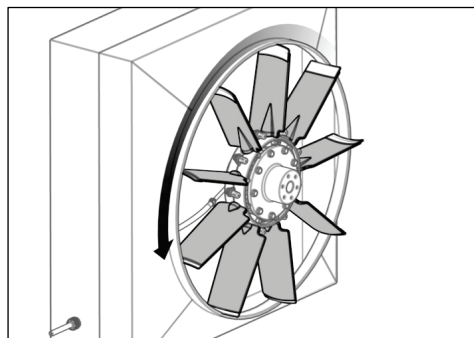

Fig. 34
- 29) Drej ventilatoren manuelt (se Fig. 34).